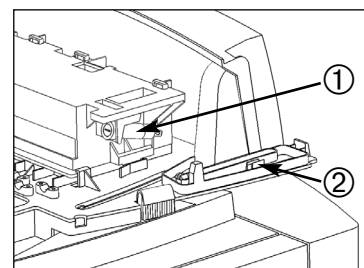

Abb. 4
- Sicherungshalter mit Schraubendreher öffnen und defekte Sicherung ersetzen (Abb. 4 - Pos.1)
Eine Ersatzsicherung (6.3AT, Schaltleistung G) befindet sich in der Halterung (Abb. 4 - Pos. 2)